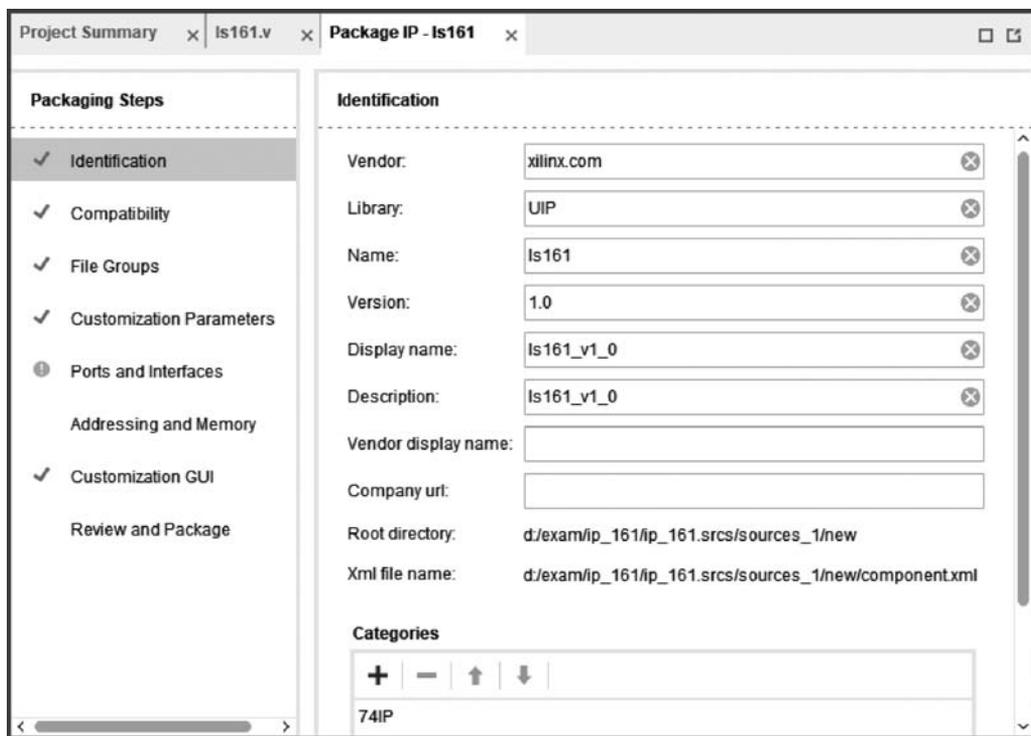

图 3.44 封装 IP 核的 Identification 界面
(2) 在 Vivado 主界面右侧窗格中的 Package IP 标签页下,单击 Identification 可查看并修改 IP 核的相关信息,如图 3.44 所示。